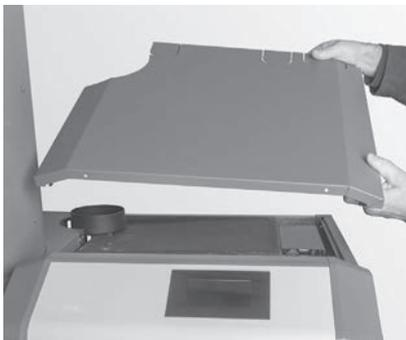

Fig. 85 Rimuovere il coperchio del rivestimento
- togliere il coperchio del rivestimento – Fig. 85.